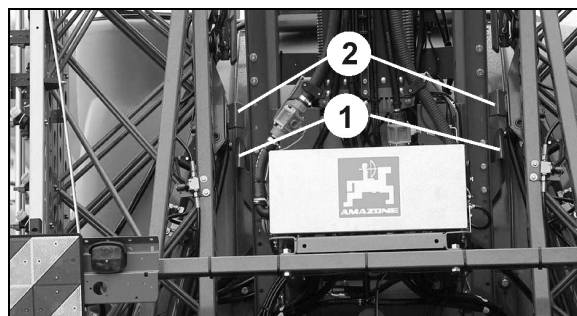

Fig. 50
2. Sprøjtebommenes hæves v.h.a højdeindstillingen, indtil fangholderne (Fig. 50 /1) frigiver fanglommer (Fig. 50 /2).
Fig. 50 viser de frigjorte bomme.